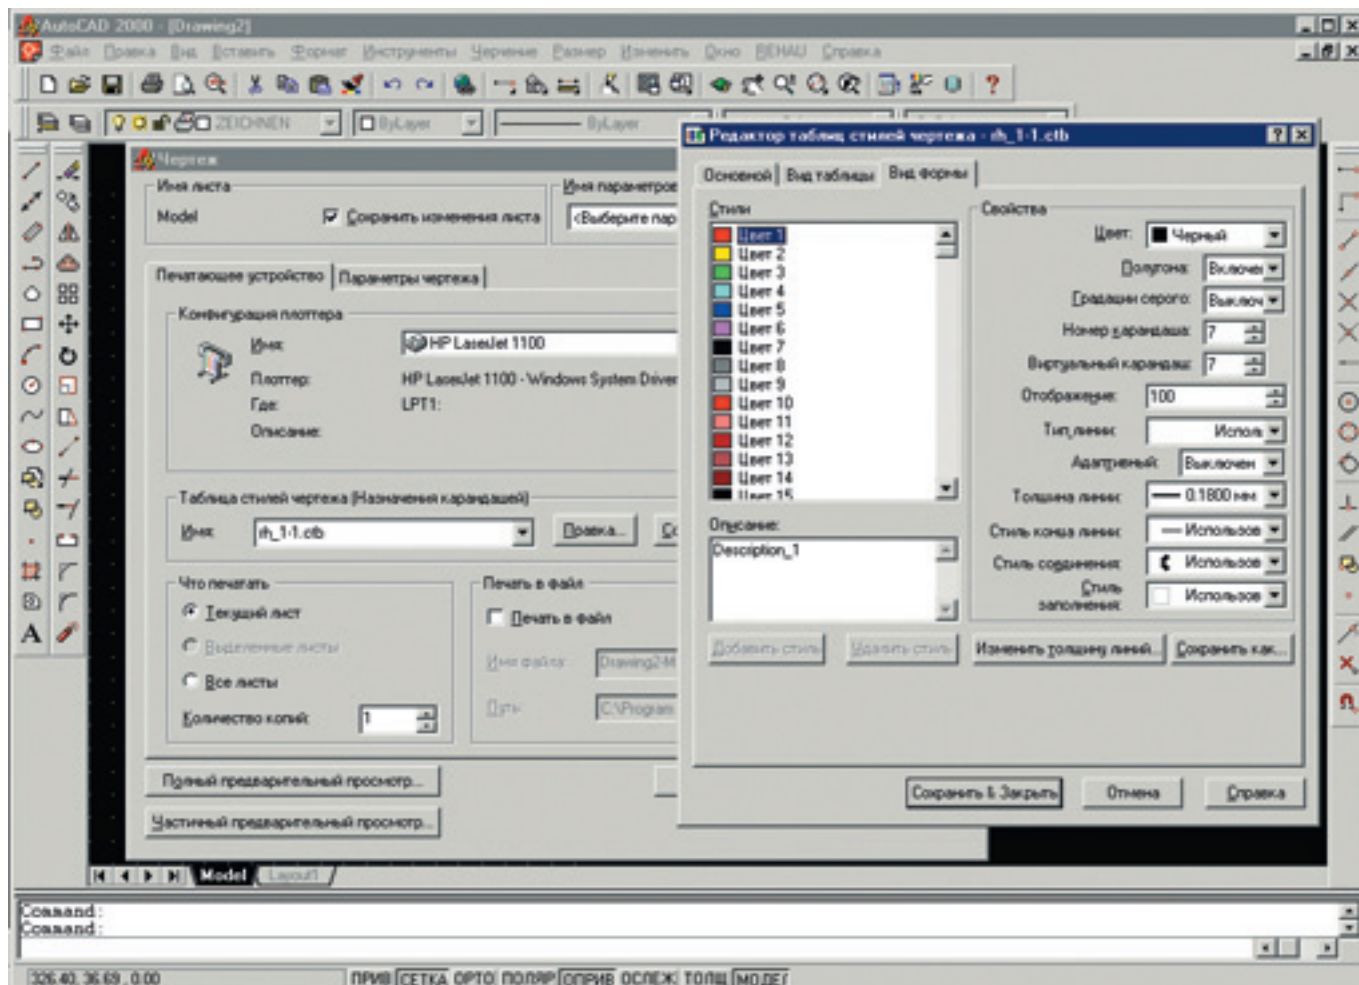

Рис. 8. Установка толщин линий
- задание цвета (рис. 8)
Соответствие цвета и толщины линии (См. также рис. 8)